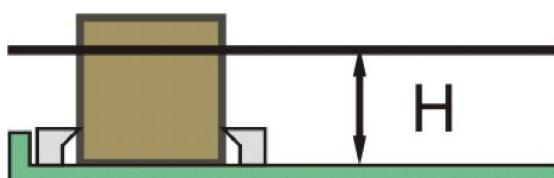

рис. 2
- 5.6. Замерьте толщину бруса «H» (см. рис. 2), введите это значение.